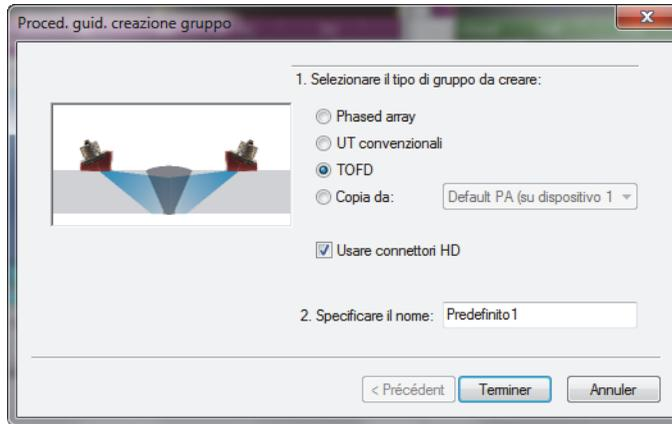

Figura 4-16 La finestra di dialogo **Proced. guid. creazione gruppo (TOFD)**
- Nella finestra di dialogo **Proced. guid. creazione gruppo** che appare (vedi Figura 4-16 a pagina 116):